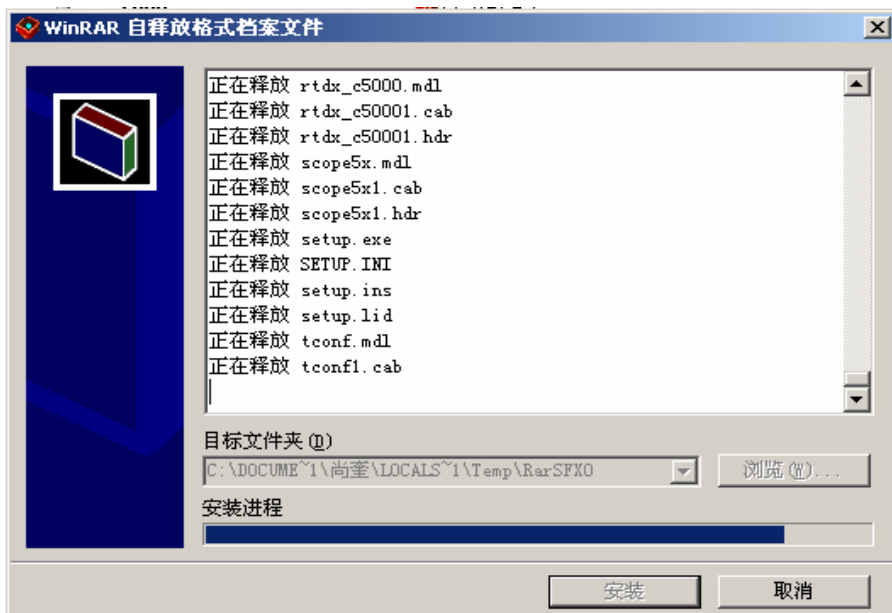

图 4.2 CCS5000 软件安装示意图 1
- A. 请打开安装光盘的“CCS 开发软件”目录, 所有的开发软件都放在这个目录下。请选择 CCS 5000.EXE 文件, 双击后如图 4.2 :